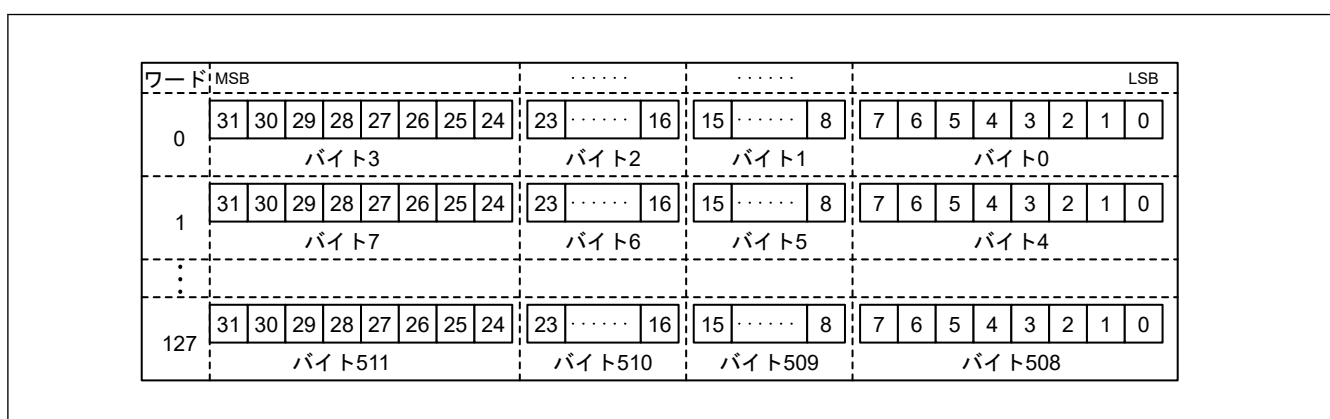

図 39.5 SD_BUF 格納データ
3. SD_BUF に格納されたデータが SD_BUF0 から読み出される (図 39.5 を参照)。